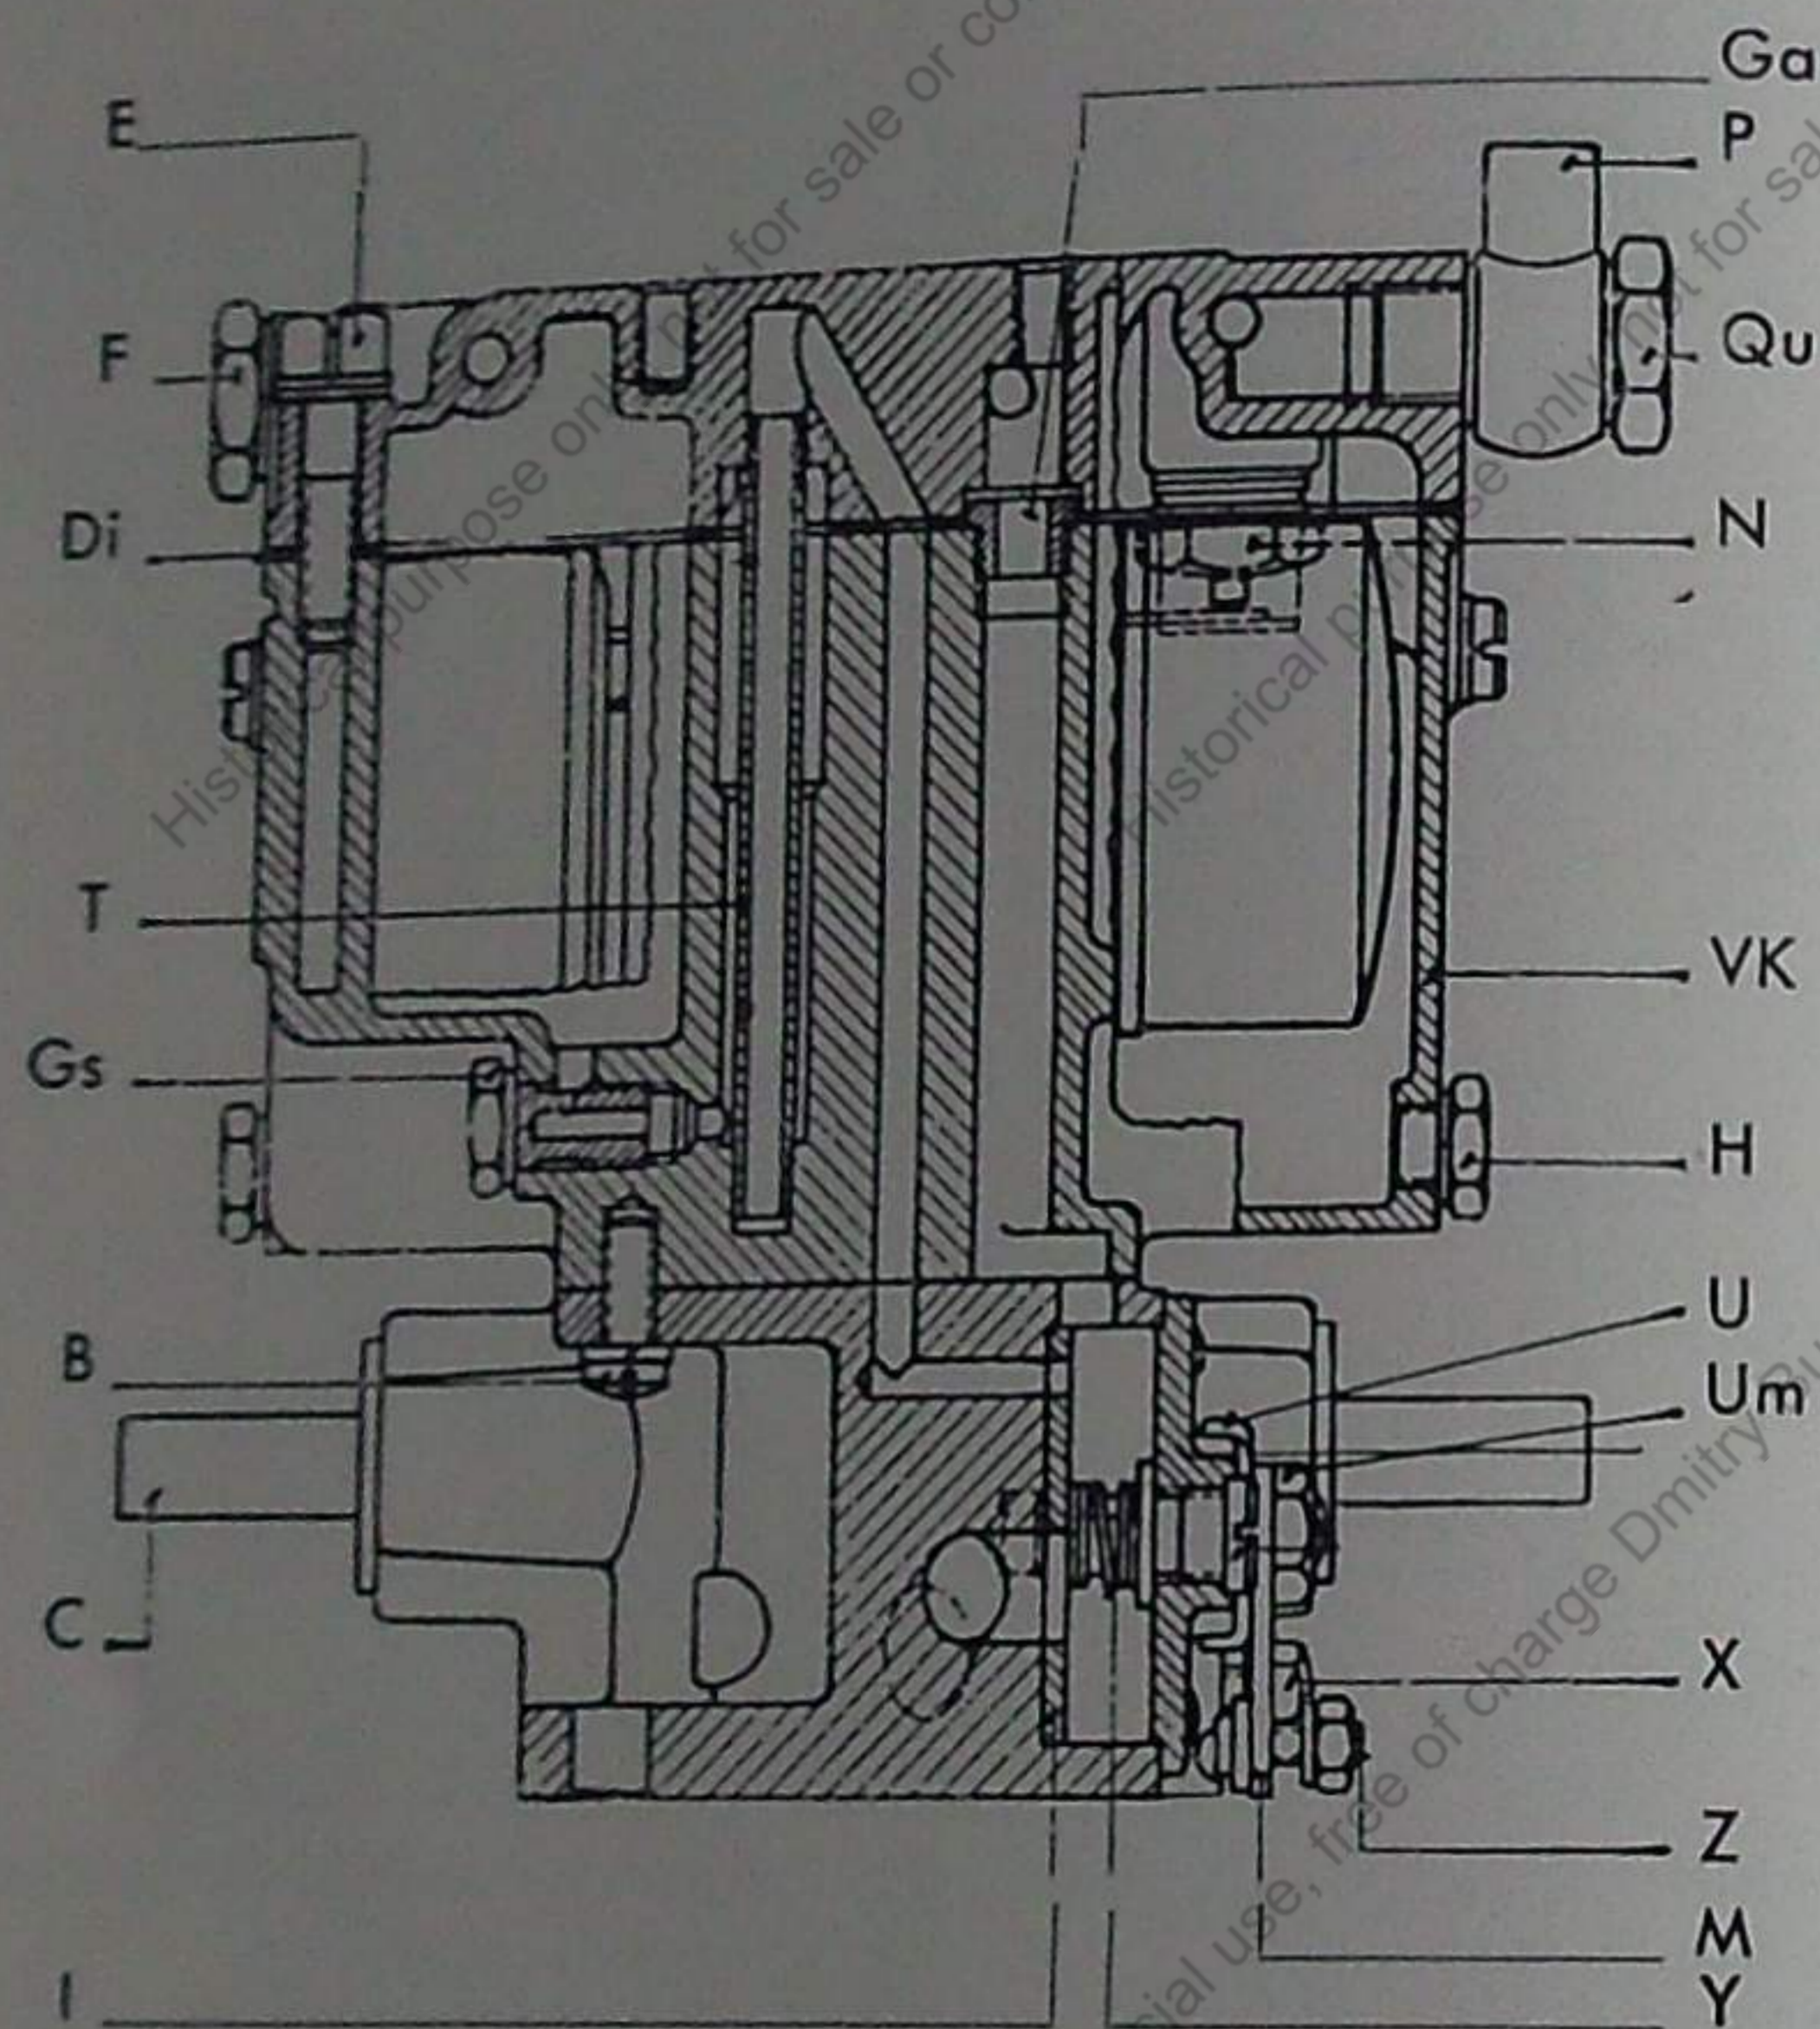

Abb. 25/3 Vergaser im Schnitt
2. die Anlaßluftdüse Ga, die die Luftmenge bestimmt, welche sich mit dem Brennstoff mischt. (Siehe Abb. 25/3.)